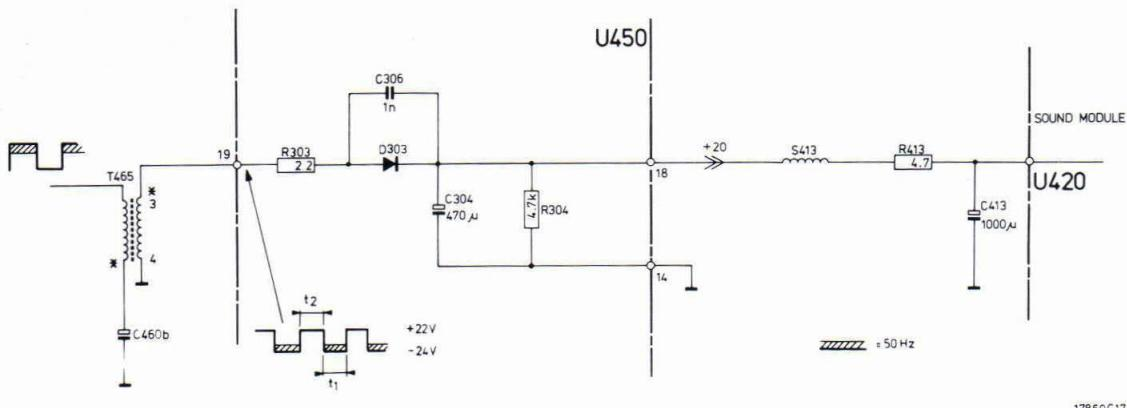

Fig. I-16
b. De +20 Volt voeding (Fig. I-16)